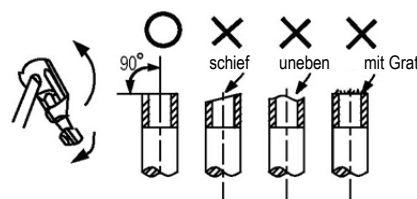

Abb. 9-1
- Schneiden Sie das Rohr mit einem Rohrschneider auf. (Siehe Abb. 9-1)